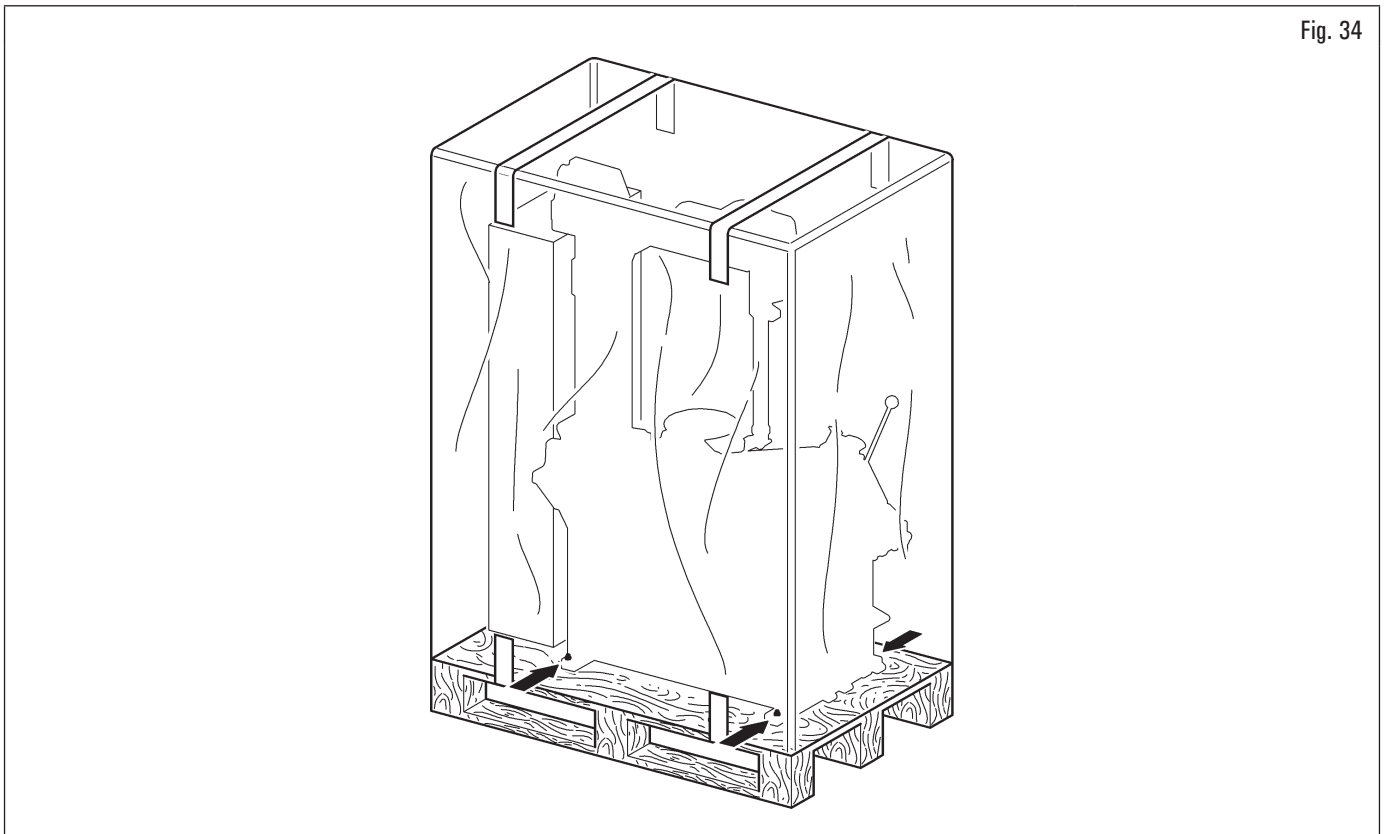

Fig. 34
- L'équipement est généralement expédié partiellement assemblé, comme indiqué dans Fig. 34.
- soulever avec précaution, en utilisant des moyens de support de charge adéquats, en parfait état de fonctionnement, en utilisant les signes appropriés placés sur l'emballage Fig. 34.